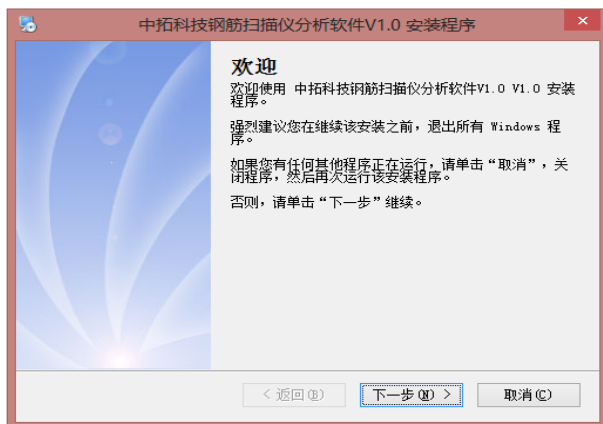
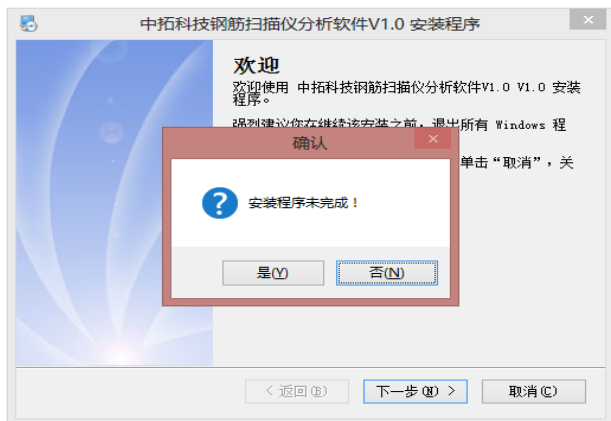
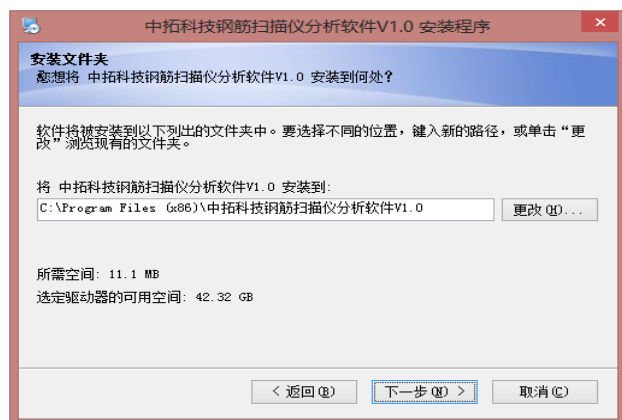
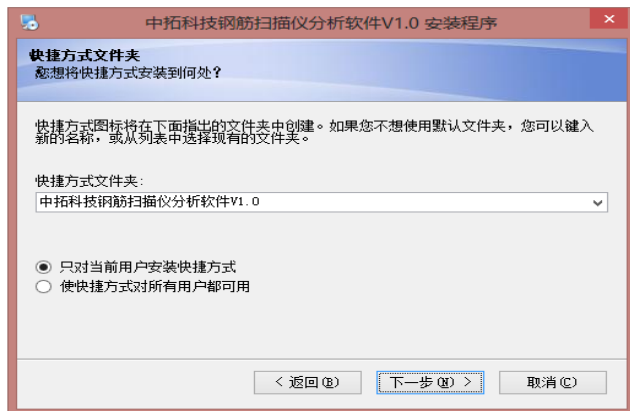

图 6-1-1
图 6-1-3
图 6-2-1
图 6-2-2
1、 打开安装光盘，双击中拓科技钢筋扫描仪分析软件文件夹中的 Setup 图标，计算机会先复制文件，复制结束后则会出现如图 6-1-1 的安装界面。点击 **下一步** 则进入图 6-1-1，此时可输入用户信息，不输入则点击 **下一步** 进入安装界面，点击 **取消** 则出现退出软件安装界面(如图 6-1-3)，点击图 6-1-3 中的 **否** 返回图 6-1-1 的安装界面，点击 **是** 则软件退出安装。
2、进入图 6-2-1 安装界面，在此界面点击**更改**可以更改程序的安装路径，点击**下一步**进入 6-2-2，点击**返回**则返回图 6-1-1 界面，点击**取消**则如图 6-1-3 界面。进入图 6-2-2 点击**下一步**则进入图 6-2-3，点击**下一步**进行安装。完成后，进入图 6-2-4，点击**下一步**进行 USB 驱动程序安装。